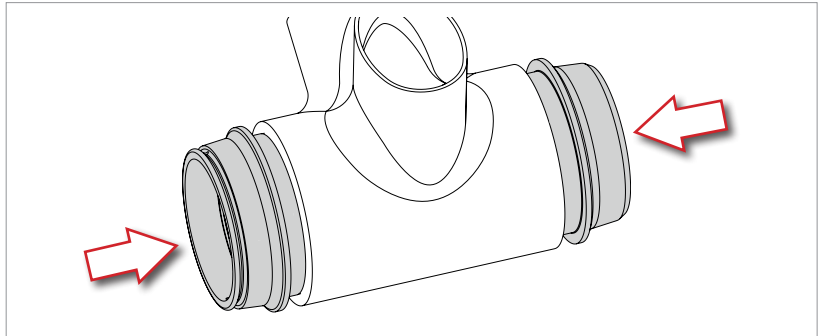

Abb.1
- Beide Lagerschalen am Innenlager positionieren, bis Sie spüren, dass der Widerstand an der Lagerschale größer wird und der O-Ring im Innenlager verschwindet (Abb. 1).